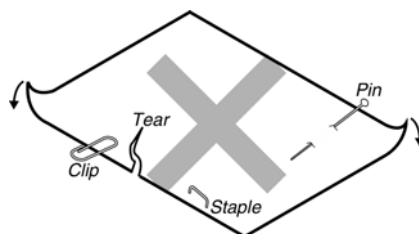

图 B-4
- 装进的纸一定不能折叠、撕裂或带有订书钉、回形针、大头钉和任何杂物（如图 B-4 所示）。如果装入的纸张带有其它杂物，则极可能会严重损坏打印机。